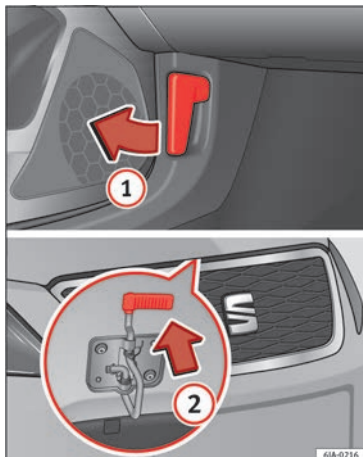

Abb. 7 Motorraumklappe entriegeln.
- Motorraumklappe öffnen: Ziehen Sie an dem Hebel unterhalb der Instrumententafel » **Abb. 7** ①.
oben » **Abb. 7** ②. Dabei wird der Fanghaken entriegelt.